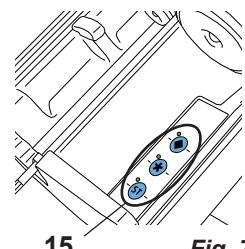

Fig. 7
- ⇒ Activăți programul de amestecare prin apăsarea tastei-program corespunzătoare (15, Fig. 7).